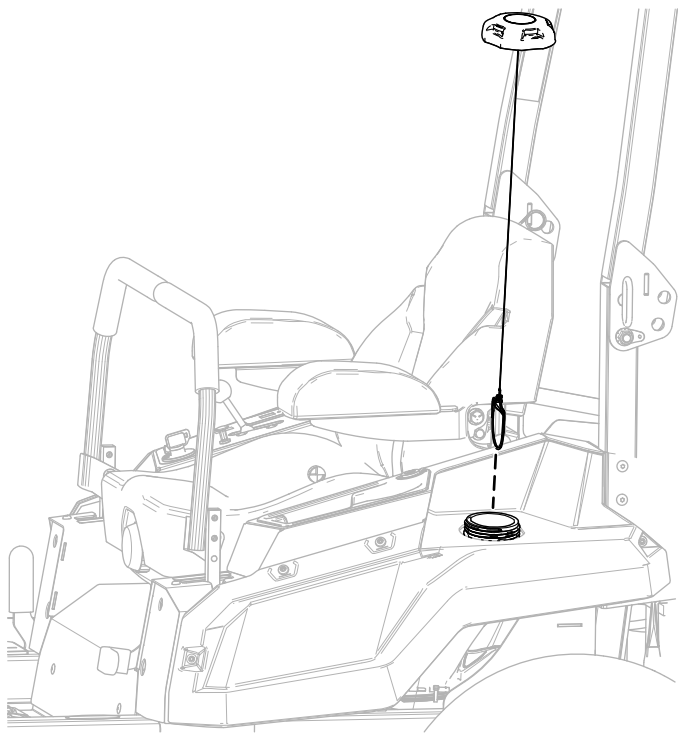

Figura 3
1. Remova a tampa do depósito de combustível do módulo do lado direito (Figura 3).
3. Instale a tampa do depósito de combustível (Figura 3).